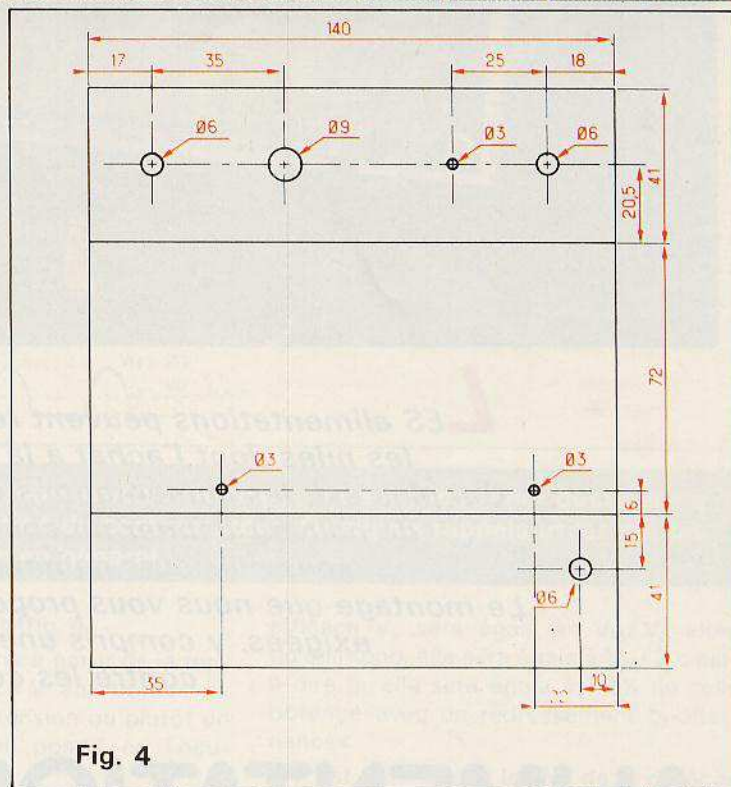

Fig. 4
c) Le redressement (fig. 4)
Redressement « Pont de GRAETZ » : c'est incontestablement le meilleur et le plus utilisé. Ses avantages par rapport au double alternance à deux diodes sont qu'il n'utilise pas un transformateur à point milieu, point milieu qui, n'étant pas exactement à la moitié de l'enroulement du secondaire, provoque des tensions de crête inégales amenant un ronflement 50 Hz. Les autres présentent l'avantage, par rapport au mono-alternance, d'une fréquence du signal en sortie du pont double (100 Hz, fig. 4), ce qui facilite le filtrage, alors qu'en mono elle est de 50 Hz (fig. 4), de plus la tension
Admettons que la constante de temps $\tau = RC$ du condensateur C_2 soit faible devant la période du signal V_s (10 ms), lorsque les diodes D_1 et D_3 (fig. 4) sont conductrices, C_2 va se charger jusqu'à V_M puis va se décharger très rapidement puisque τ sera faible devant la période du signal V_s , puis il va se recharger à nou-